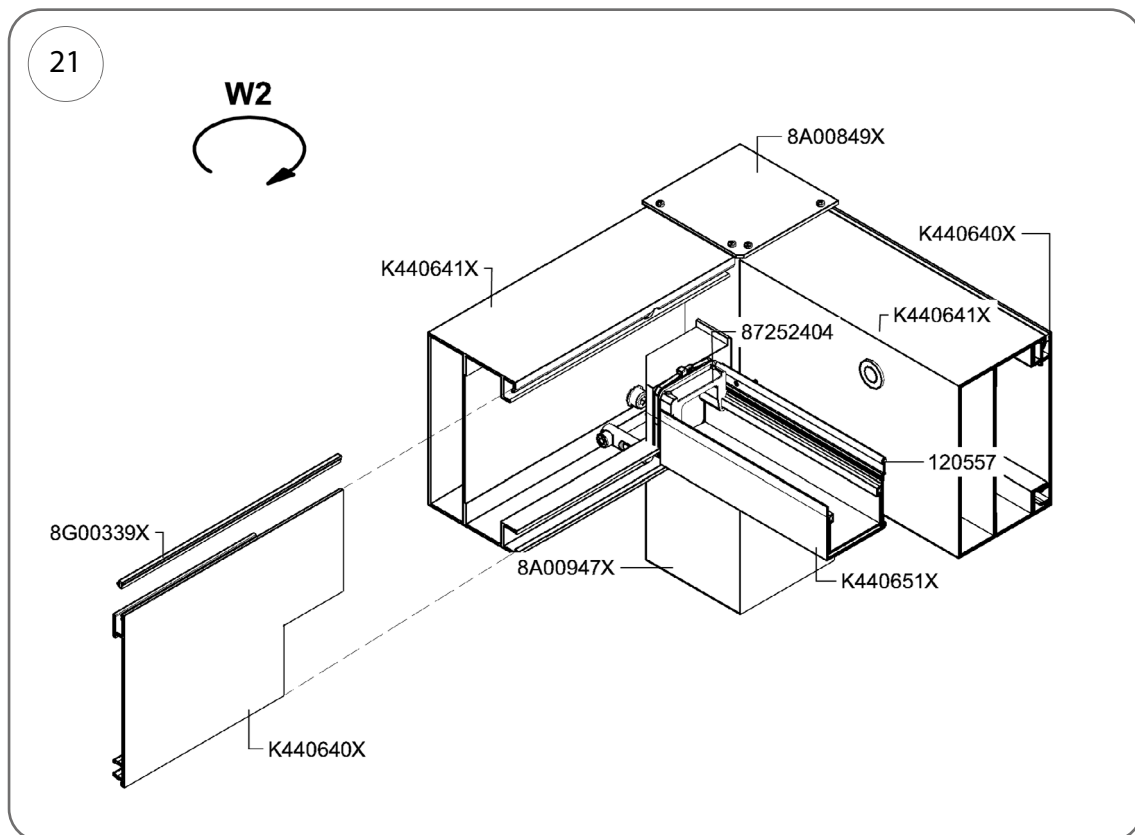

Fig. 21
- două ansambluri de jgheaburi sunt terminate cu coturi, nr. cat. 8A00947X atunci când drenajul acoperișului este asigurat de 4 stâlpi (Fig. 21),